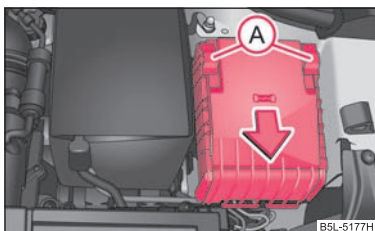

Fig. 185 Capacul cutiei de siguranțe din compartimentul motorului
- Deplasați mânerul de siguranță **A** ⇒ fig. 185 până la limită, în spatele mânerului de siguranță apare simbolul ; scoateți capacul.